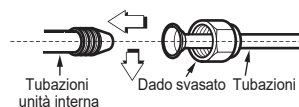

Fig.5-3
- Serrare a sufficienza il dado a svasatura (cfr. fig. 5-3)